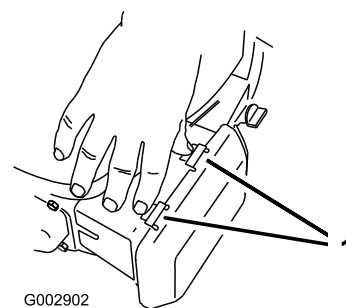

Figure 35
1. Appuyez sur les languettes de verrouillage en haut du couvercle du filtre à air (Figure 35).